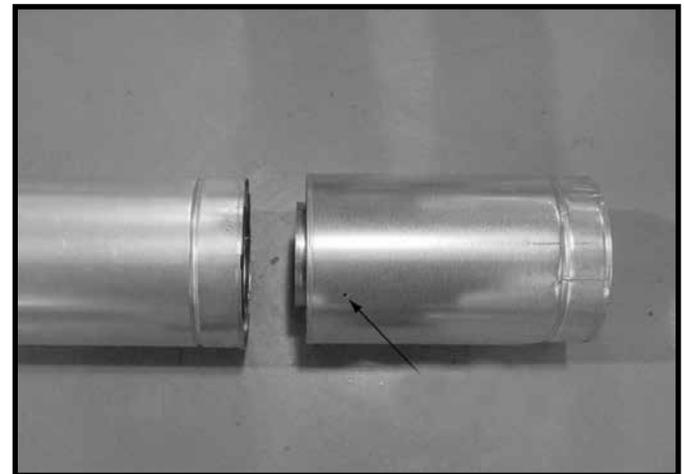

Figura 7.7 Tornillos en la sección deslizante
- Asegure la tubería y la sección deslizante con dos tornillos de no más de 1/2 pulgada (13 mm), con los orificios guía de la sección deslizante. Consulte la Figura 7.7.